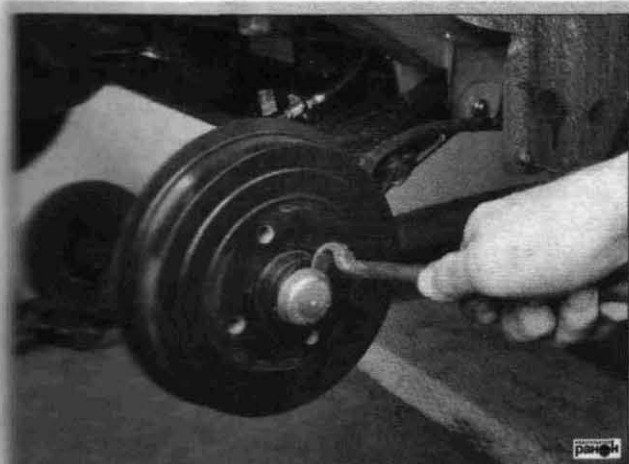

Рис. 5.22. Снятие защитного колпачка
- снять защитный колпачок со ступицы (рис. 5.22);